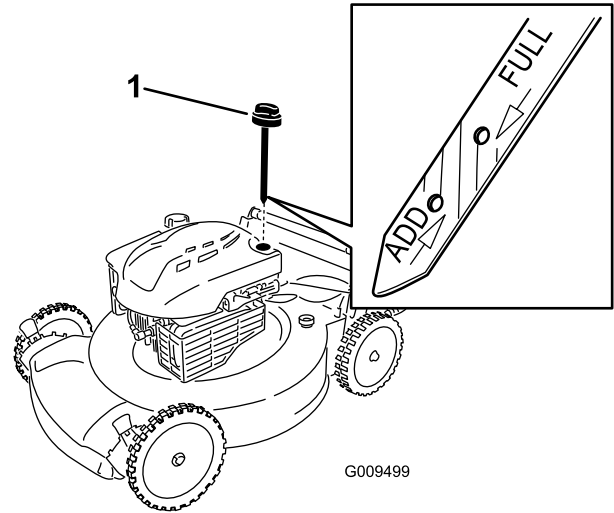

Рисунок 5
- Извлеките щуп (Рисунок 5) и заполните маслом примерно 3/4 емкости картера через маслозаливную горловину.
- Выньте щуп и проверьте уровень масла по щупу, см. Рисунок 5.